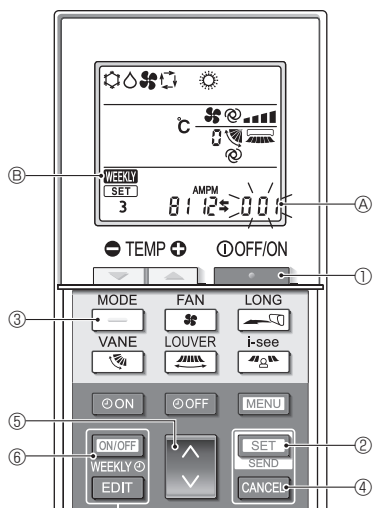

Fig. 4-12
- Pulse el botón **MENU** (2).
4.12.8. Cómo desactivar el funcionamiento en modo Auto (Fig. 4-12)
1. Pulse el botón **STOP** (1) para detener el acondicionador de aire.
- Si el temporizador semanal está activado, pulse el botón **ON/OFF WEEKLY** (6) para desactivarlo. (**WEEKLY** (6) desaparece).
2. Pulse el botón **SET** (2) durante 5 segundos.
- El equipo entra en el modo de ajuste de funciones. (El número de ajuste del modelo de grupo (A) parpadea).
3. Pulse el botón **DOWN** (4).
4. Completar los ajustes (Fig. 4-12)
- Pulse el botón **SET** (2) durante 5 segundos.